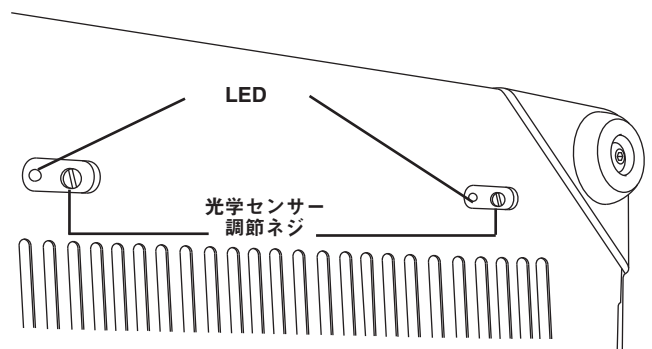

図18
3. 加工機裏面には細長い穴が2つあります。(図 18 参照)
5. 小型のマイナス・ドライバーで、調整ネジを時計回りにまわすとLEDはオレンジになります。その後、LEDがグリーンになるまで調整ネジを反時計回りにまわします。(図 18 参照)